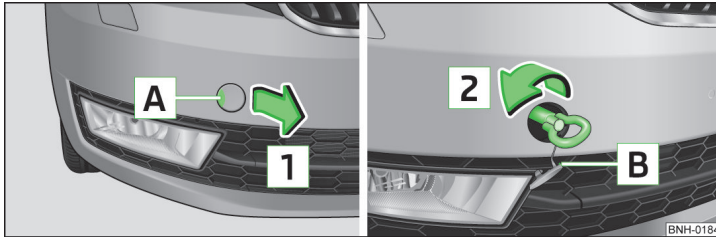

Abb. 146 Ausbau der Abdeckkappe / Einbau der Abschleppöse
- Auf die Abdeckkappe im Bereich **A** » Abb. 146 drücken.
- Die Abschleppöse von Hand in Pfeilrichtung **2** » Abb. 146 bis zum Anschlag einschrauben » **!**.